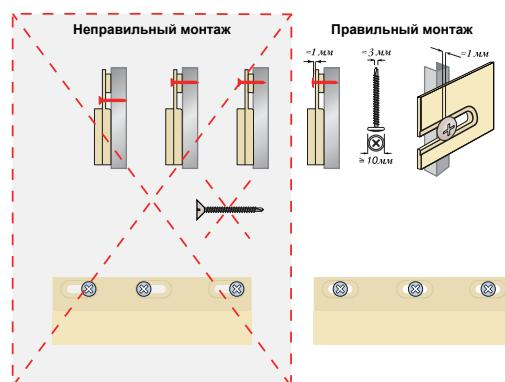

Рис. 3
- Закрепите профиль J18/ J26/ J30 по аналогии с монтажом всех используемых элементов системы (Рис. 3). Для того, чтобы завести панель в профиль J18/ J26/ J30, его достаточно отогнуть.
- Закрепите вторую панель на обрешётке, руководствуясь рекомендациями (Рис. 3). Последующие панели устанавливаются аналогично.